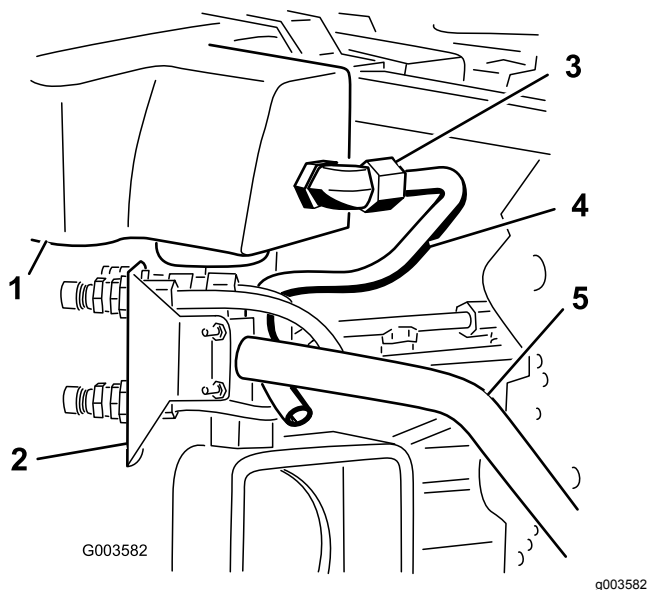
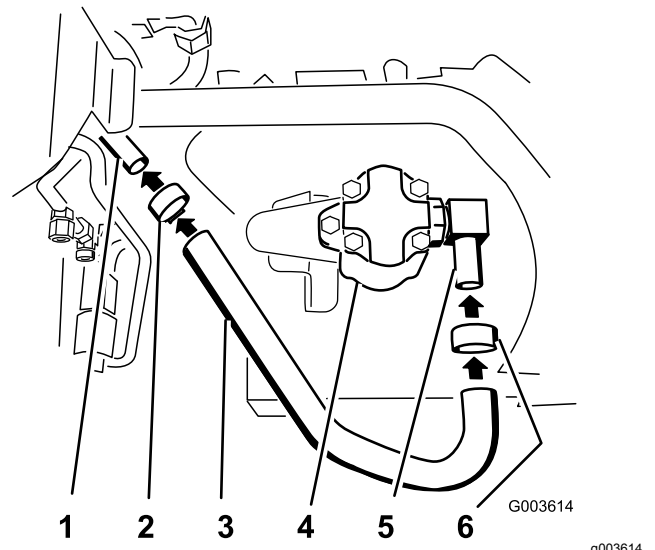
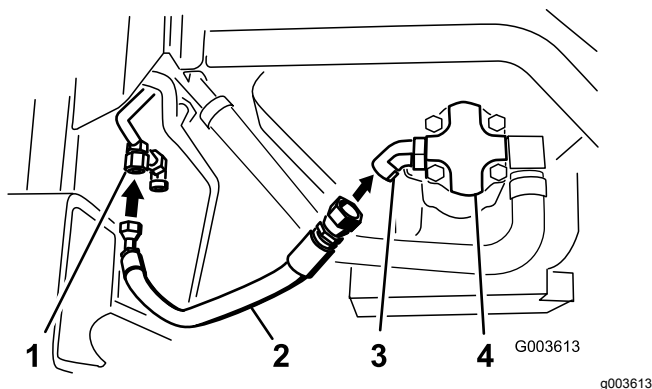
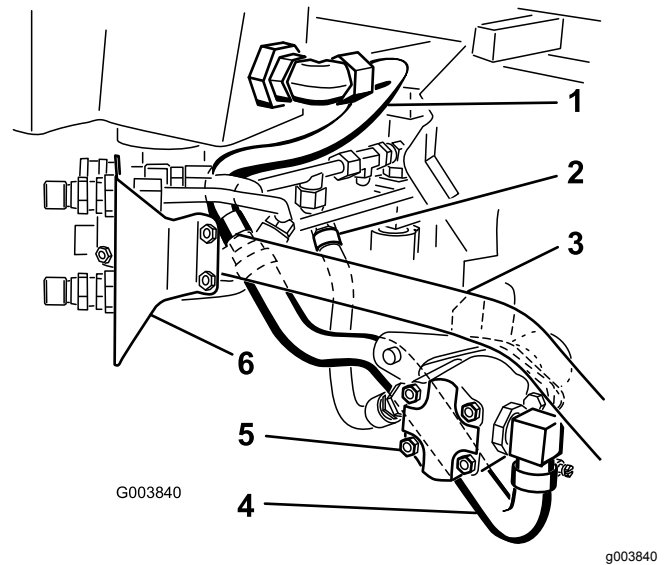

Bild 26
Bild 27
Bild 30
Bild 31
4. Positionieren Sie die Hydraulikleitung Nummer 3 in der Maschine, siehe Bild 26.
5. Befestigen Sie die Hydraulikleitung Nummer 3 am großen 90-Grad-Krümmern, der am Sieb und Hydraulikbehälter befestigt ist (Bild 26 und Bild 31).
Hydraulikpumpe befestigt ist (Bild 27 und Bild 31).
3. Ziehen Sie eine Schlauchklemme um den Schlauch und den Krümmer fest (Bild 27).
4. Schließen Sie den großen Hydraulikschlauch an der Hydraulikleitung Nummer 3 an (Bild 27).
5. Ziehen Sie die Schlauchklemme um den Schlauch und die Hydraulikleitung Nummer 3 fest (Bild 27).
9. Befestigen Sie den Hydraulikschlauch mit den Anschlussstücken am 45-Grad-Krümmen, der an der Hydraulikpumpe befestigt ist (Bild 30 und Bild 31).
10. Die richtigen Stellen für die Schläuche und Hydraulikleitungen zur Hydraulikpumpe finden Sie unter Bild 31.